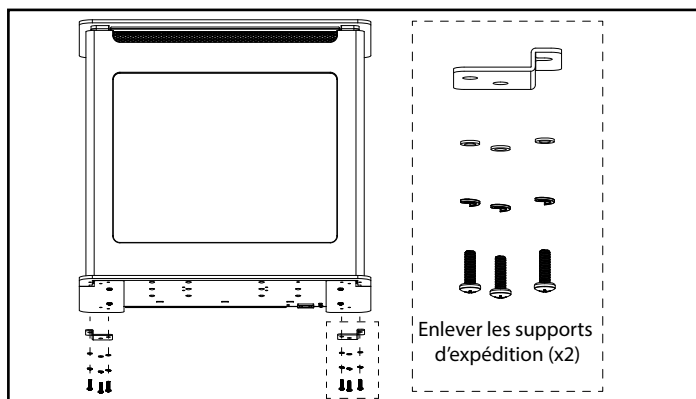

Figure 4.1 - Détacher la façade avant
2. La façade avant est expédiée fixée à l'appareil. Pour retirer la façade avant, retirez les vis des supports d'expédition situés au bas de l'appareil, figure 4.1.